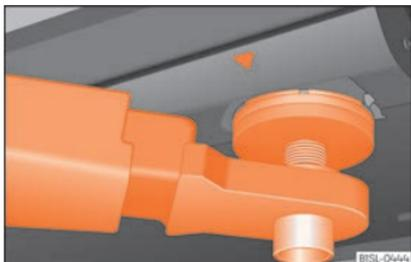
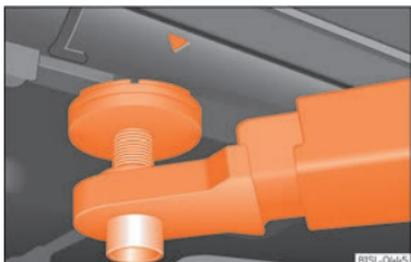

Fig. 283 Pontos de apoio dianteiros para elevar o veículo com a plataforma elevatória ou com o macaco.
Fig. 284 Pontos de apoio traseiros para elevar o veículo com a plataforma elevatória ou com o macaco.
Para levantar o veículo deverá utilizar exclusivamente os pontos indicados nas figuras >>> **Fig. 283** e >>> **Fig. 284**. Caso não se eleve
- Elevar o veículo utilizando exclusivamente os pontos indicados nas figuras >>> **Fig. 283** e >>> **Fig. 284**. Se não se elevar o veículo pelos pontos indicados, este pode-